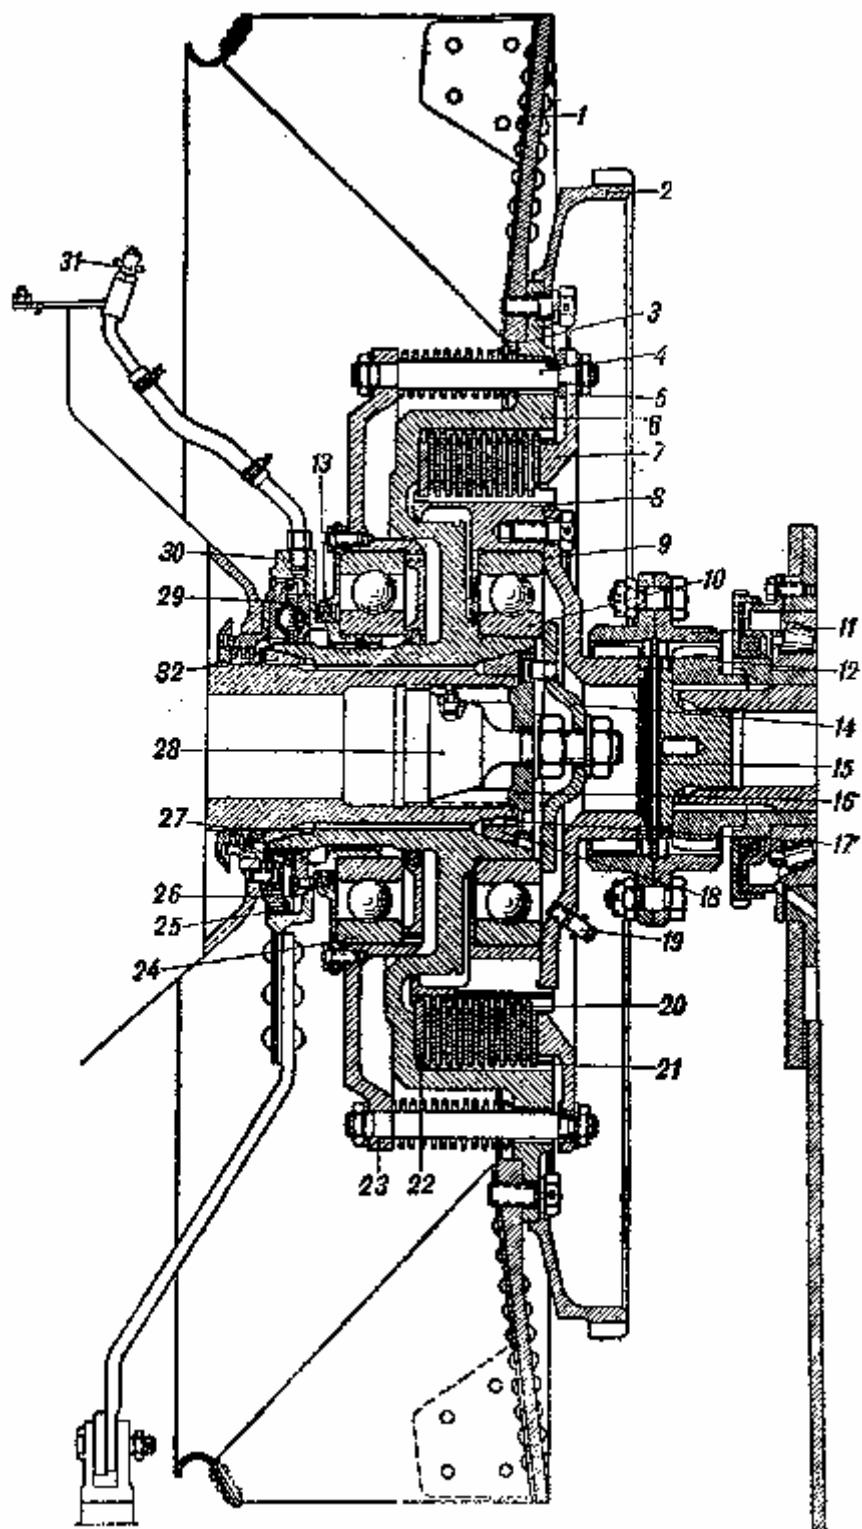
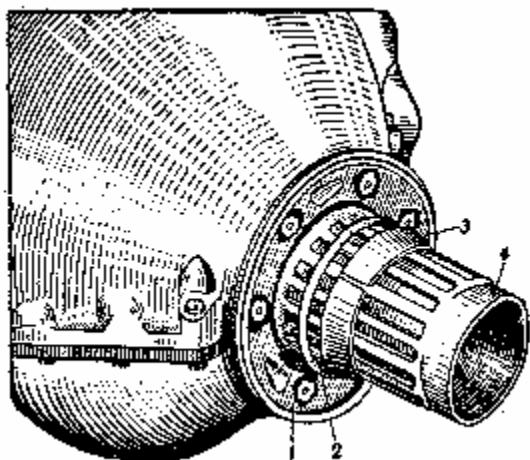

Рис. 83. Главный фрикцион.
Рис. 87. Носок вала двигателя перед установкой главного фрикциона:
Главный фрикцион представляет собой многодисковую выключающуюся муфту трения (рис. 83). Он разделяется на ведущие части, соединенные с коленчатым валом двигателя, ведомые части, соединённые с ведущим валиком коробки перемены передач, и механизм выключения.
На цилиндрической части ступицы маховика установлен шарикоподшипник 10 (см. рис. 83), на котором посажен ведомый барабан 8. Он имеет на наружной поверхности зубья, с которыми соединяются зубья ведомых дисков. Благодаря такому соединению диски вращаются вместе с барабаном как одно целое.
При нажатии на педаль 1 усилие через наклонную тягу 2 передаётся продольной тяге 4, соединённой с коротким плечом рычага 6. Длинное плечо рычага 6, соединённое с поперечной тягой 7, передаёт усилие рычагу поводковой коробки 8, которая поворачивается в подшипнике 24 (см. рис. 83).
- 4) Запрессовать шарикоподшипники 10 и 24 (см. рис. 83) в гнёзда ведомого барабана 8 и отжимного диска 23.
- 17) Надеть на вал двигателя ориентировочно до общей толщины в 4 мм регулировочные кольца 2 (рис. 87) и бронзовый конус 32 (см рис. 83) — утолщенным торцом в сторону двигателя.
- 18) Поставить сепаратор с шариками, обильно смазанными консталином, в неподвижную чашку механизма выключения и надеть уплотняющее пружинное кольцо 25 (см. рис. 83).
- 28) Установить и закрепить на хвостовике распорного конуса фланец 14 (см. рис. 83), фиксирующий ведомую часть фрикциона на ступице маховика. Штифт, ввёрнутый во фланец, должен находиться в одном из отверстий пробки 16.